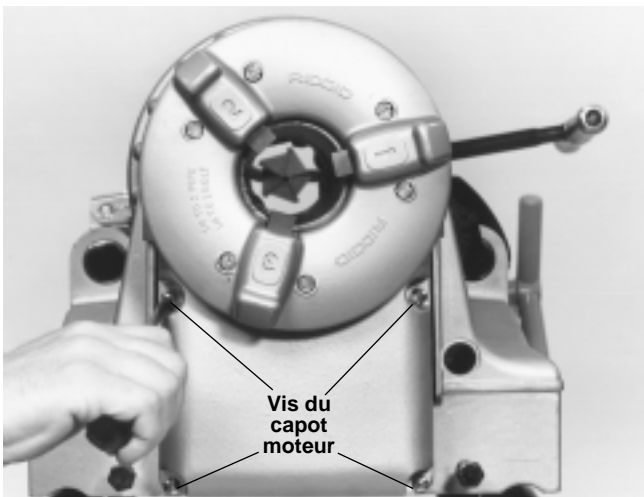

Figure 28 – Desserrage des vis du capot moteur
- Desserrez complètement les quatre vis de retenue du capot moteur et retirez le capot (Figure 28).